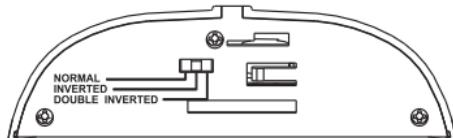

Рисунок 11.
Переключателем, расположенным на днище дисплея (рисунок 11), выбирается режим NORMAL.
2.Инвертированный - дисплей устанавливается днищем вверх (например, под зеркалом заднего вида, на обшивку потолка над лобовым или задним стеклом). Для монтажа используется либо клеящая лента, либо монтажная пружина из комплекта (рисунок 12). Переключателем на днище дисплея (рисунок 11) выбирается режим INVERTED. Показания дисплея "переворачиваются".
3.Дважды инвертированный - дисплей устанавливается на обшивку потолка над задним стеклом автомобиля. Для монтажа используется либо клеящая лента, либо монтажная пружина (рисунок 12). Показания дисплея считаются в отраженном виде с зеркала заднего вида. Переключателем на днище дисплея (рисунок 11) выбирается режим DOUBLE INVERTED.